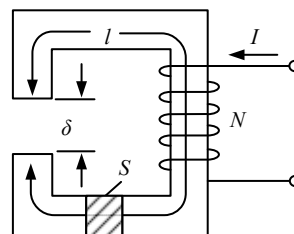

图 1-4 简单无分支磁路
10. 图 1-4 所示是一个简单的无分支磁路，如果铁心用硅钢片叠成，截面积 $S = 12.25 \times 10^{-4} \text{ m}^2$ ，铁心的平均长度 $l = 0.4 \text{ m}$ ，空气隙 $\delta = 0.5 \times 10^{-3} \text{ m}$ ，线圈的匝数 N 为 600 匝，试求产生磁通 $\Phi = 11 \times 10^{-4} \text{ Wb}$ 时所需的励磁磁动势和励磁电流。其磁化曲线见附录 E。
解：图 1-4 简单无分支磁路的计算方法：它是由铁磁材料和气隙两部分串联而成的。铁心上绕了匝数为 N 的线圈，称为励磁线圈，线圈电流为 I 。进行磁路计算时，把这个磁路按材料及形状分成两段：一段是截面积为 S 的铁心，长度为 l ，磁场强度为 H ；另一段是气隙，长度为 δ ，磁场强度为 H_0 。